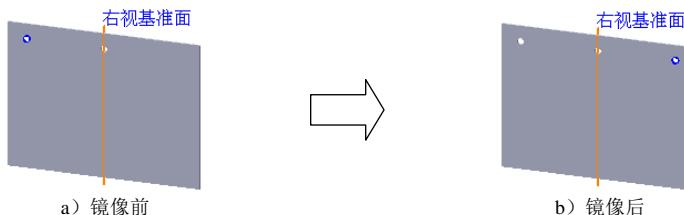

图 17.2.8 镜像 1
Step5. 创建图 17.2.8 所示的镜像 1。
(1) 选择命令。选择下拉菜单 **插入(I)** → **阵列/镜向(E)** → **镜向(M)...** 命令。
(2) 定义镜像基准面。在设计树中选择右视基准面为镜像基准面。
(3) 定义镜像对象。在设计树中选择孔 1 为镜像 1 的对象。
(4) 单击对话框中的 **√** 按钮，完成镜像 1 的创建。